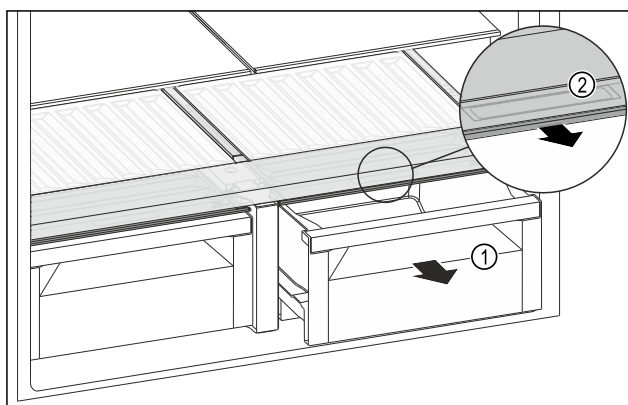

Fig. 142
- ▶ 拉出抽屉 Fig. 142 (1)。
- ▶ 抓住抽屉盖上的内嵌式拉手 Fig. 142 (2)，并同时向前拉出抽屉盖。